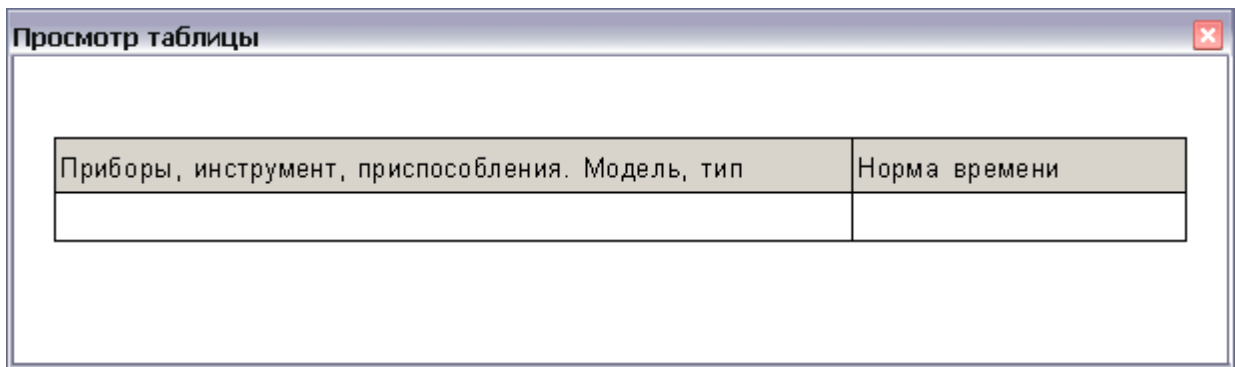

Рисунок 901
6) Нажмите на кнопку **Просмотреть**. Ниже окна **Свойства таблицы** появится окно **Просмотр таблицы** (рисунок 901). В нем будет показано, как будет выглядеть создаваемая таблица в модуле данных.